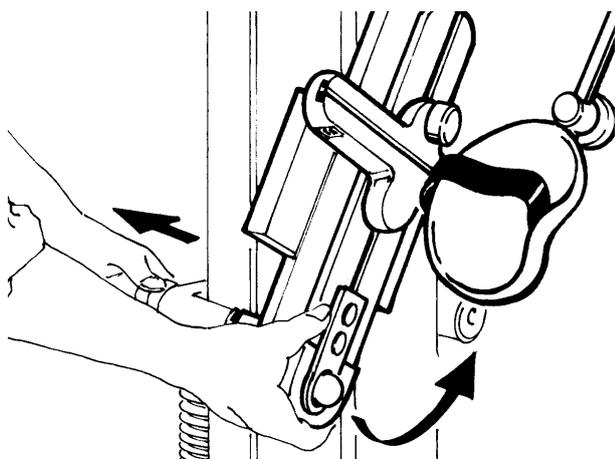
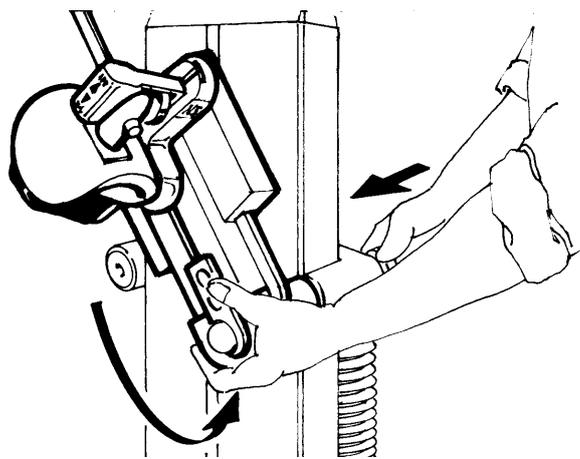

Fig. 1
Fig. 2
- mettere l'apparecchio a inclinazione  $0^\circ$ , cioè in posizione verticale (allentare il pomello (21) azionare la manovella (3) portare a  $0^\circ$  sulla scala graduata (4) e stringere il pomello (21)).
- svitare il pomello (22), sfilare il perno ad esso collegato sorreggendo il braccio meccanico per facilitarne l'estrazione (fig.1). Il braccio meccanico è collegato alla macchina nella sua parte superiore, quindi avrà un movimento tipo pendolo; posizionare il braccio meccanico sull'altro centro di rotazione, (fig.2) infilare il perno ed avvitarlo in modo da rendere solidale il tutto.